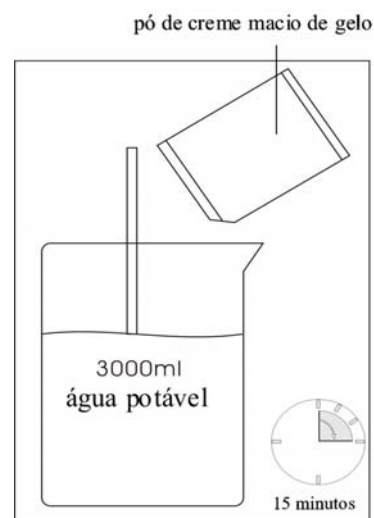

Figura 28
1. Primeiro 3 kg de água (3000ml) é adicionado a um recipiente limpo, Lentamente derramado em um kg de creme macio de gelo, enquanto mexendo sempre, até que toda a derramar e mexa bem. (Figura 28)